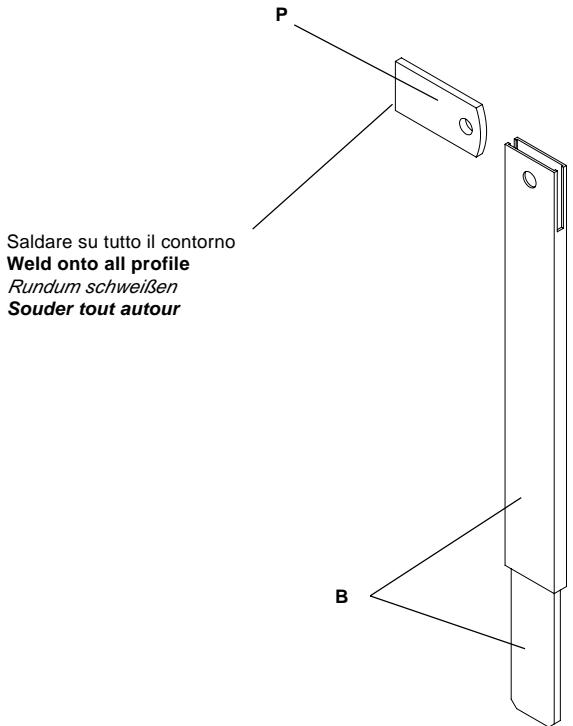

Fig.4
5.3 Operazione n° 2 (fig. 4).
5.3 Operation no. 2 (fig. 4)
5.3 Opération n° 2 (fig. 4)